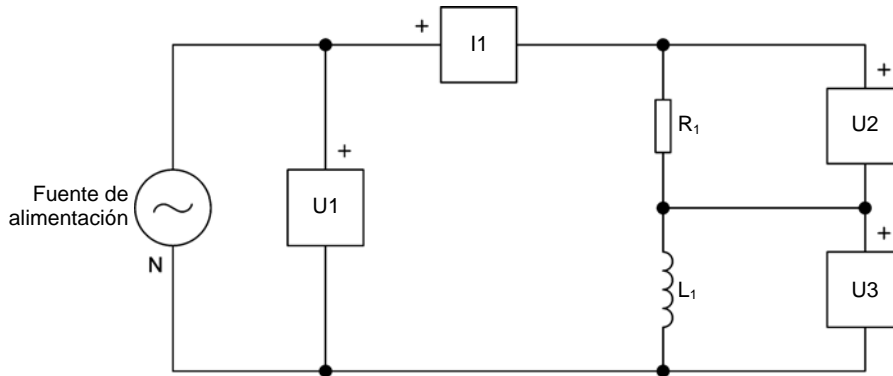

Figura 18. Circuito inductivo y resistivo simple.
6. Conecte el equipo como se muestra en la figura 18.
Los terminales rojos de las entradas $U1$, $U2$, $U3$ e $I1$ del módulo DACI corresponden a los terminales identificados con un signo (+) en la figura 18.
2. En el módulo Carga resistiva, ajuste la resistencia del resistor R_1 al valor que aparece en la figura 18. Mientras hace esto, observe que en la Tabla de datos de los fasores los valores cambian en consecuencia para reflejar el cambio en la impedancia del circuito.